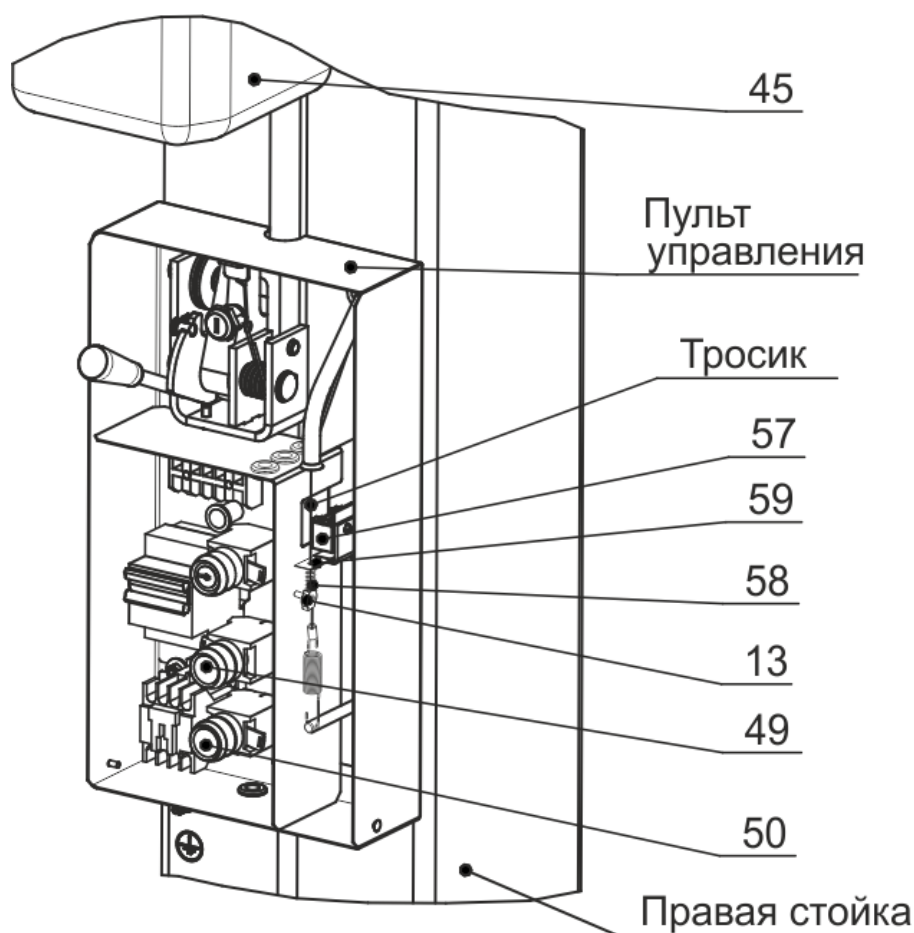

Рисунок 6.6 – Система автоматического отключения насосной станции при достижении каретки крайнего верхнего положения
6.12.1 Система автоматического отключения привода насосной станции 45 при достижении нижней части каретки 63 крайнего верхнего положения (~ 1745 мм от основания стойки) установлена и отрегулирована на предприятии-изготовителе (рисунок 6.6).